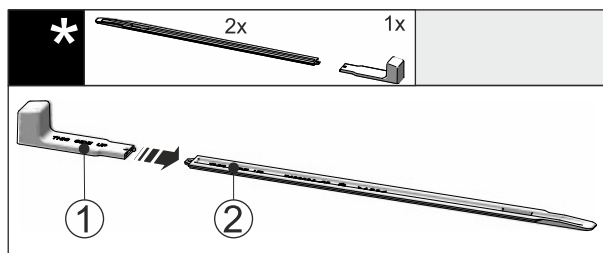

Fig. 47
- ▶ Uchwyt montażowy Fig. 47 (1) podłączyć do szyny niwelującej Fig. 47 (2).